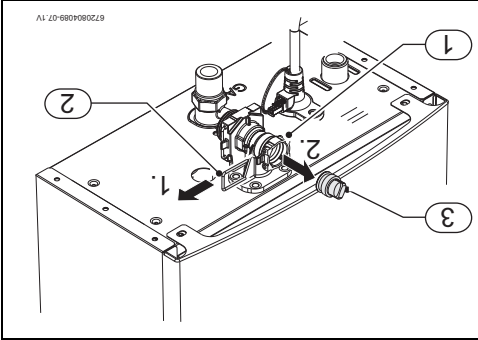

Fig. 10 Vis de vidange
- Ne pas installer l'appareil dans des pièces où la température risque de descendre en dessous de zéro (0 °C). En cas de risque de gel, arrêter et vidanger l'appareil (→ fig. 10).